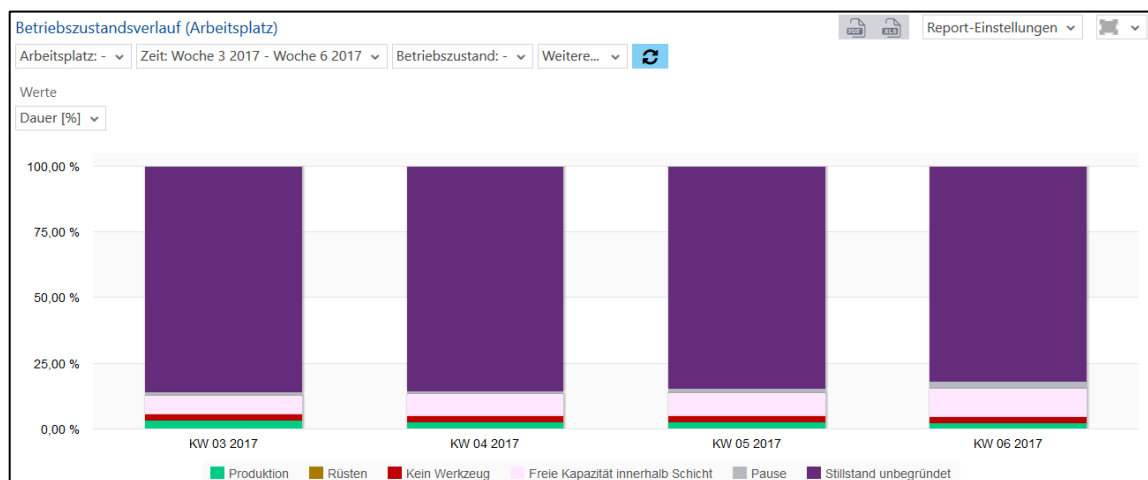

Bild 57: Betriebszustandsverlauf (Arbeitsplatz) als Säulendiagramm
- Betriebszustandsverlauf (Arbeitsplatz) als Säulendiagramm (Bild 57):